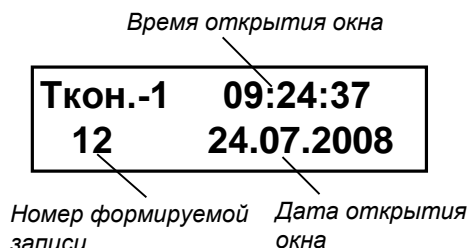

Рис. 4. Окно индикации «Ткон.-1» буферного накопителя.
- 4.4.3. Для просмотра содержимого буферного накопителя необходимо при отображении окна индикации **Время (текущ.)** (рис.3) нажать кнопку . После чего начинается отображение окна **Ткон.-1** (рис.4).